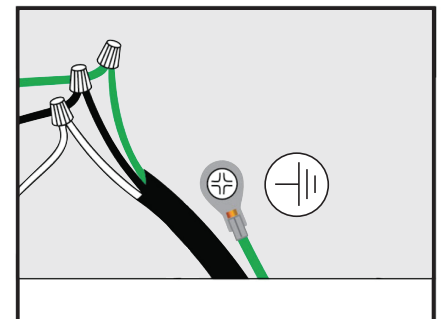

Figure 5
- Branchez le câble au câblage de la hotte (voir figure 5).